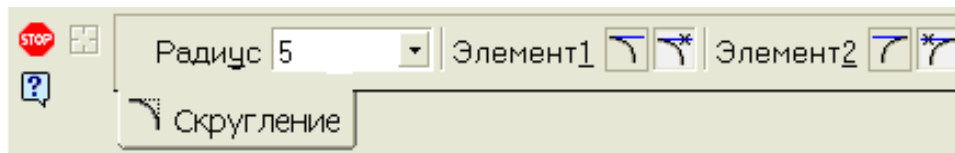

Рис. 129
7.1. Перейти на сторінку *Геометрия*  на *Инструментальной панели* та нажати кнопку *Скругление* . Активізувати поле *Радиус* на *Панели свойств* і ввести значення 5 мм (рис. 129). Нажати клавішу *Enter* на клавіатурі.